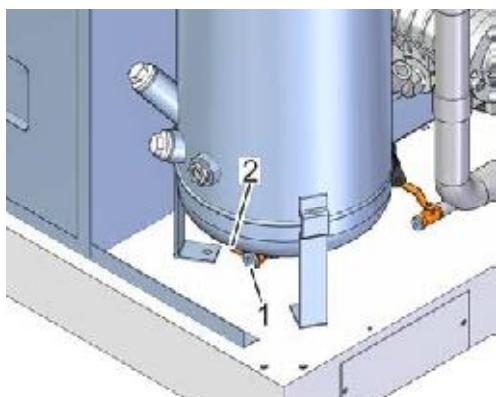

Рис. 37: Отверстие для слива охлаждающей жидкости
6. Выверните резьбовую пробку (Рис. 37/1).
7. Откройте слив (Рис. 37/2).
8. Закройте слив (Рис. 37/2).
9. Снова закрутите резьбовую пробку (Рис. 37/1).